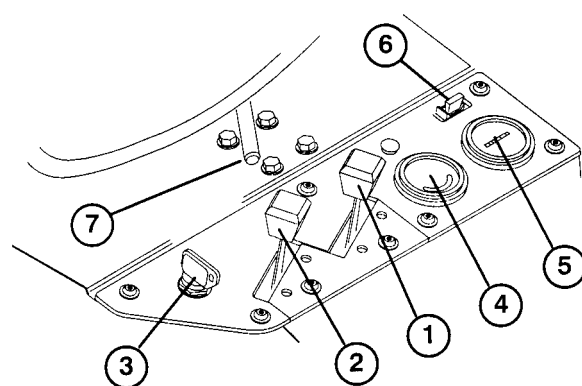

Fig. 6
**COMANDO DEL GAS** (Fig. 6)—Il comando del gas regola il regime del motore. Spingere il comando del gas verso FAST per incrementare il regime, verso SLOW per ridurlo.
**LEVETTA DELL'ARRICCHITORE** (Fig. 6)—Per avviare il motore freddo, chiudere l'arricchitore della miscela spostando in avanti la levetta, in posizione CLOSED. Avviato il motore, regolare in modo da mantenerne la marcia regolare. Non appena possibile, tirare indietro la leva dell'arricchitore, in posizione OPEN. Se il motore è caldo occorre poco arricchitore, o nulla.
**INTERRUTTORE DI ACCENSIONE** (Fig. 6)—Inserire la chiave nell'interruttore e girarla in senso orario, in posizione START per avviare il motore. Rilasciare la chiave non appena il motore si avvia. Per spegnere il motore, girare la chiave in senso antiorario, su OFF.
**AMPEROMETRO** (Fig. 6)—L'amperometro fornisce indicazione della carica e scarica della batteria.
**FUSIBILE** (Fig. 6)—Il fusibile a 20A fa parte del circuito elettrico.
**CONTAORE** (Fig. 6)—Indica il totale delle ore di funzionamento della macchina. Il contaore si avvia quando l'interruttore di accensione viene spostato su ON.
(Fig. 6)—Questa maniglia si trova a sinistra del sedile, e permette di spostare il sedile avanti o indietro di 10 cm.